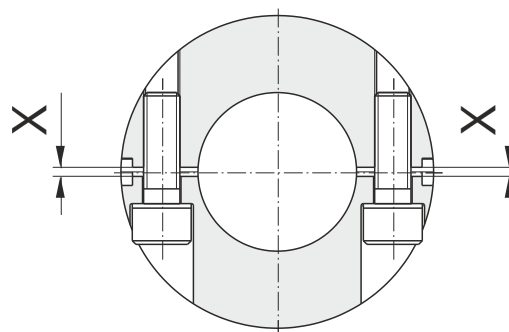

Рис. 3
- d) Винты с цилиндрическими головками (1.4.1) поочередно за несколько заходов затянуть их в соответствии с указанным в Таблице 1 моментом затяжки. При этом проследить за тем, чтобы зазор "X" (Рис. 3) был одинаковым с обеих сторон втулки. При необходимости скорректировать.